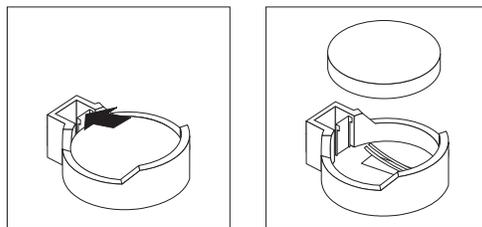

Figure 46. Dégagement de la pile
- a. Avec votre doigt, appuyez en haut de la languette retenant la pile pour dégager cette dernière de son socle, comme illustré à la figure 46.